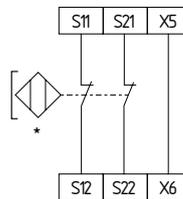

Abb. 7
**SRB402NE, Vorabschaltung und Endlagenabschaltung: Zweikanalige Ansteuerung von Sicherheits-Magnetschaltern nach EN 60947-5-3 (siehe Abb. 7 und 8)**